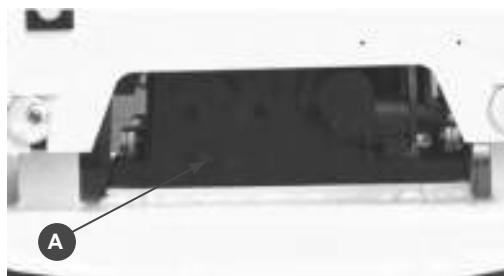

Рис.15
Виброплита PC1645RH- в вибратор заливается трансмиссионное масло 80W90. Полный объем масла в вибраторе составляет 400 мл. Через каждые 100 отработанных часов необходимо производить замену масла. Контрольное отверстие для замены масла (A) находится с правой стороны вибратора (Рис.15).